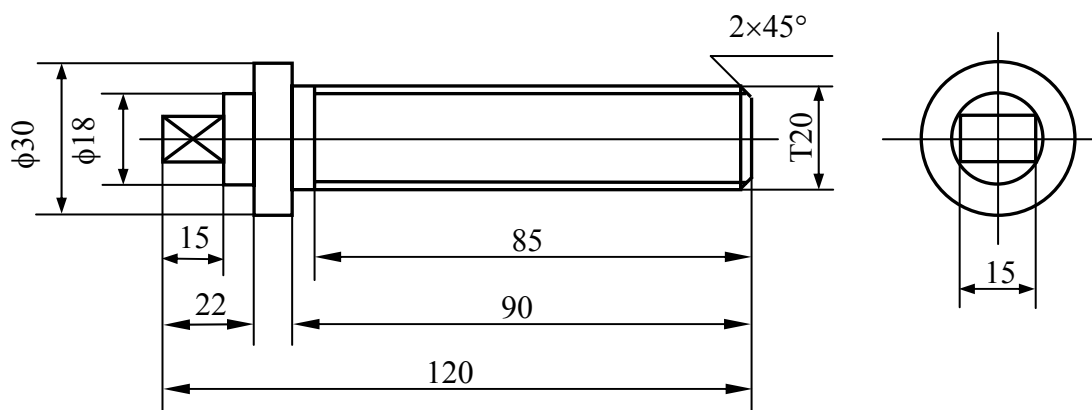

图 20-1
1. T 形螺杆如图 20-1 所示。其工艺过程如下，请分出工序、安装、工位、工步及走刀。